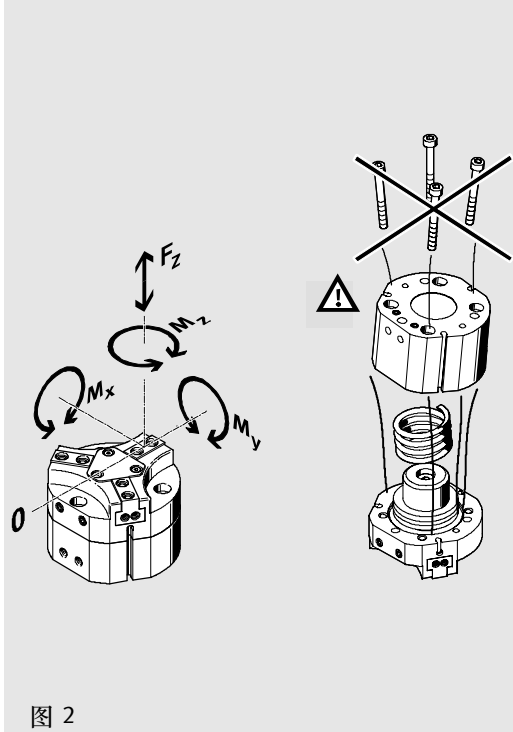

图 2
型号为 HGDT-...-G... 时, 很大的弹簧力会将活塞盖向外猛力顶出 (图 2, 右边)。请考虑到活塞盖的预应力可高达 1300 N。
- 力矩 Mx、My 和 Mz (见图 2, 左边)
- 气爪指长度 (X)。